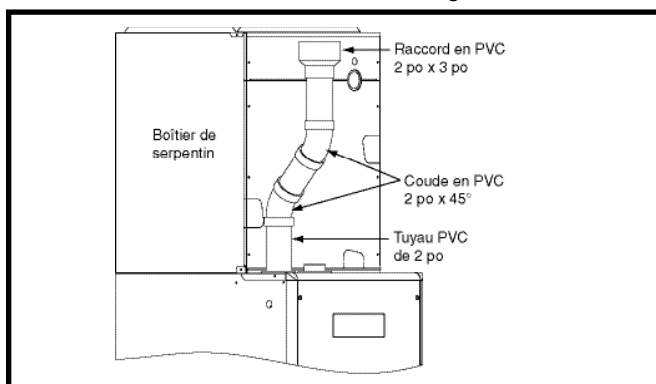

Figure 22. Installation du conduit en PVC en option
- S'il faut augmenter la dimension du conduit en PVC de 2 po à 3 po, on peut utiliser deux coude 45° en PVC de 2 po pour maintenir les dégagements nécessaires entre le boîtier de serpentin et l'accouplement 2 po x 3 po. Consulter la **Figure 22** (page 21).